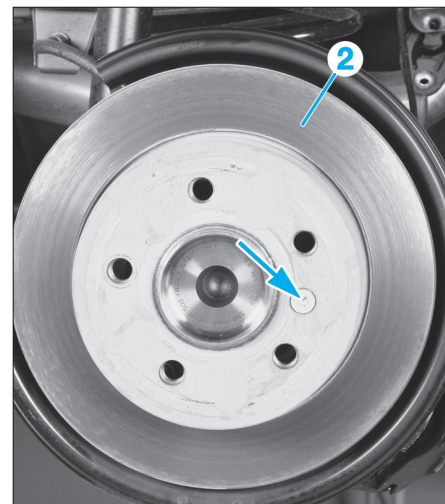

FIG. 20
- Déposer la vis (flèche) de fixation du disque (2) (Fig.20).